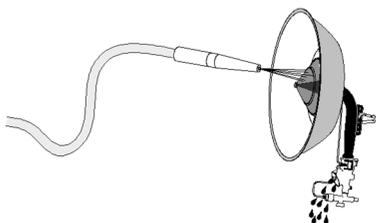
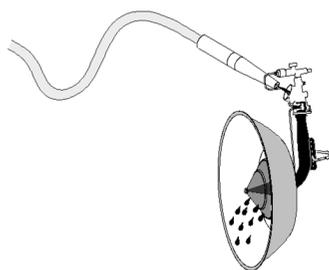

Fig. 16
Fig. 17
b) Limpieza con agua (Fig. 16 y Fig. 17)
- Coloque el radiador en posición vertical, con la entrada de gas hacia abajo. Proteja con la mano o una bolsa la válvula de seguridad y rocíe con el chorro de agua varias veces toda la superficie de los conos para eliminar el polvo del cono interno. El agua debe salir por la entrada de aire del radiador (Fig. 16).
- Déle la vuelta al equipo y dirija el chorro de agua a través de la abertura de entrada de aire. El agua debería salir por los conos (Fig. 17).
a) Cleaning with water (Fig. 16 and Fig. 17)
- Place the brooder upright, with the gas inlet facing down. Protect the safety valve with your hand or a bag and spray the entire surface of the cones several times to clean the dust from the internal cone. The water should come out of the brooder's air inlet (Fig. 16).
- Turn the system over and aim the water jet through the air inlet opening. The water should come out through the cones (Fig. 17).
b) Nettoyage à l'eau (Fig. 16 et Fig. 17)
- Disposer le radiateur verticalement, l'entrée d'air vers le bas. Protéger la vanne de sécurité avec la main ou un sachet et passer le jet d'eau à plusieurs reprises sur toute la surface des cônes afin d'éliminer la poussière du cône interne. L'eau doit ressortir par l'entrée d'air du radiateur (Fig. 16).
- Retourner l'équipement et orienter le jet d'eau à travers l'ouverture d'entrée d'air. L'eau doit ressortir par les cônes (Fig. 17).